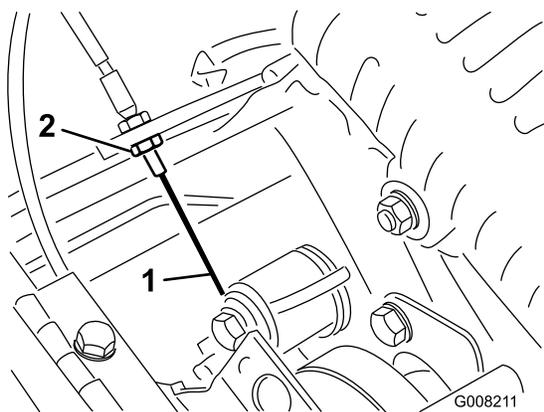

Figure 43
3. Pour accroître la tension du câble, desserrez l'écrou de blocage avant et serrez l'écrou de blocage arrière (Figure 43) jusqu'à ce qu'une force de 3 à 4 kg soit requise pour engager la transmission aux roues. Mesurez la force au bouton de commande.